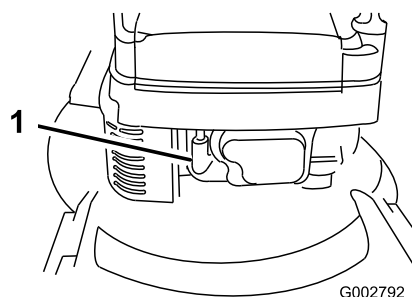

Figura 15
1. Conecte el cable de la bujía (Figura 15).